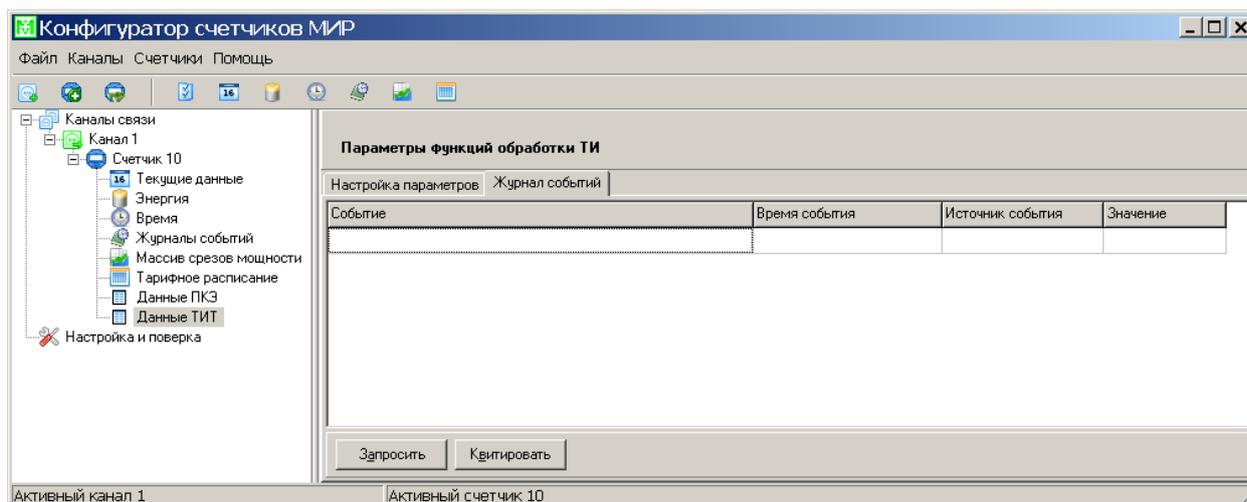

Рисунок 3.56
3.3.22.4 Вкладка *Журнал событий* на панели *Параметры функций обработки ТИ* (рисунок 3.56) предназначена для работы с событиями.
На вкладке *Журнал событий* (рисунок 3.56) отображаются следующие события:
На вкладке *Журнал событий* (рисунок 3.56) в столбце *Событие* отображается описание события, в столбце *Время события* – метка времени события, в столбце *Источник события* – краткое обозначение параметра, в столбце *Значение* – значение параметра в момент аварии.